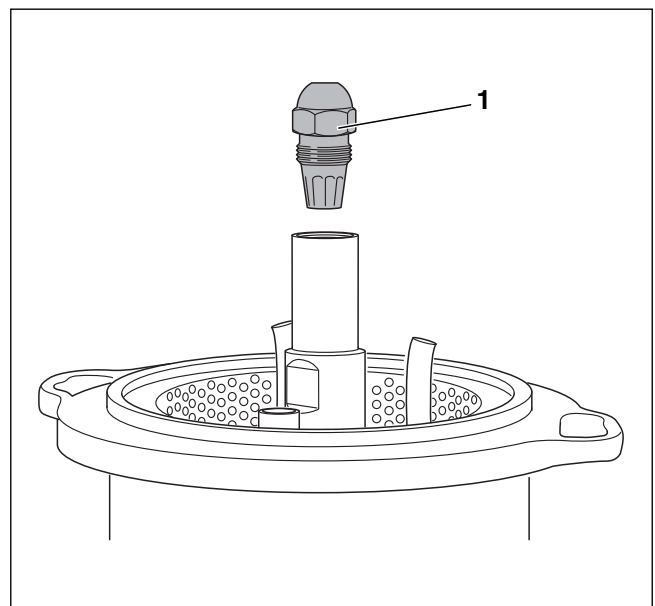

Bild 48 Düse demontieren
- Düse (→ Bild 48, [1]) mit zwei Schraubenschlüsseln SW 16 und SW 19 lösen.
- ▶ Düse abschrauben (→ Bild 48, Seite 26).